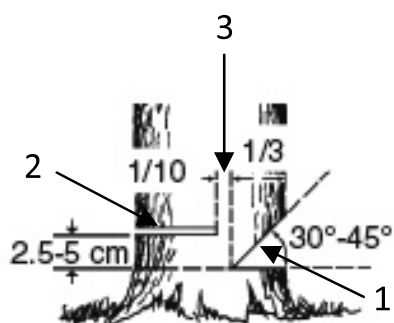

Рис.11
4. Выберите направления падения дерева, для этого следует учесть силу и направление ветра, естественный наклон дерева, равномерность распределения веток в кроне дерева. Начните пилить с той стороны дерева, куда оно должно упасть (Рис.11)